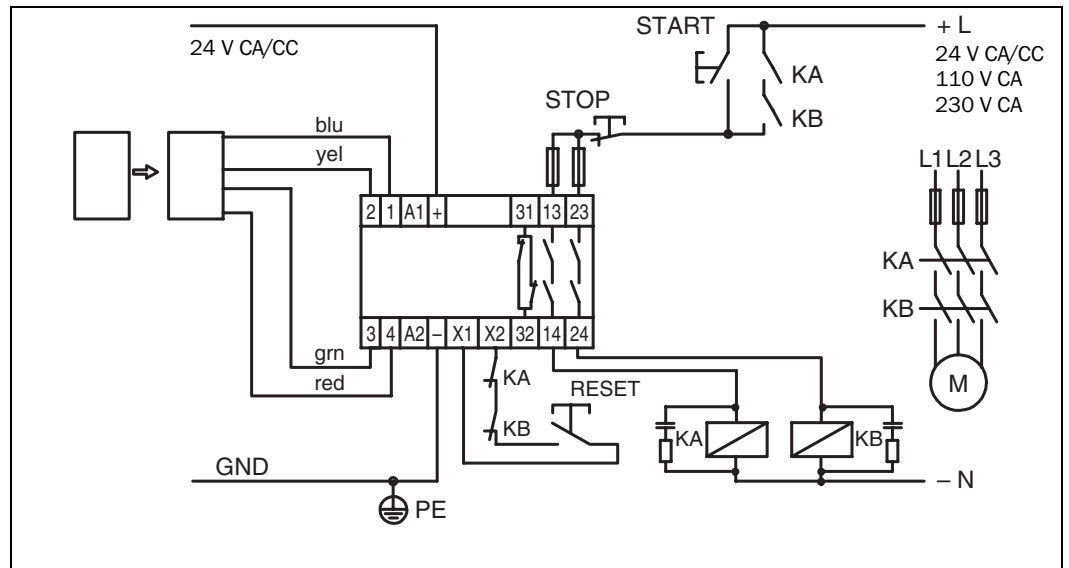

Fig. 4a: Esempio di un cablaggio a 24 V CA/CC con controllo dei contattori e reset statico
- Per il collegamento di una tensione di esercizio CA/CC di 24 V, utilizzare i morsetti + e - /PE (Fig. 4a).